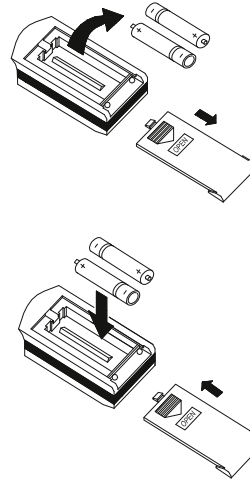

Рис. 5.5
- Для извлечения батареек, при замене необходимо сдвинуть крышку пульта управления в направлении стрелки (см. рисунок 5.5) извлечь батарейки и установить новые.